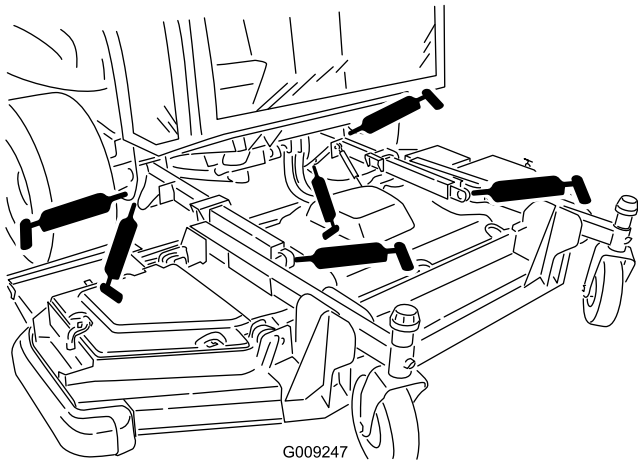

Figure 90
- 2 bagues de bras de levage (Figure 90)
- 2 rotules de bras de levage (Figure 90)
- 2 pivots de vérins de levage de plateau avant (Figure 90)